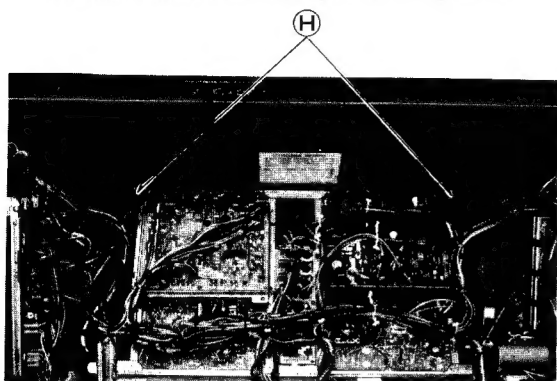

Fig. 2-9 Abb. 2-9
1. Loosen the 2 screws (H) in fig. 2-9.
1. Die zwei Schrauben (H) in Abb. 2-9 lösen.